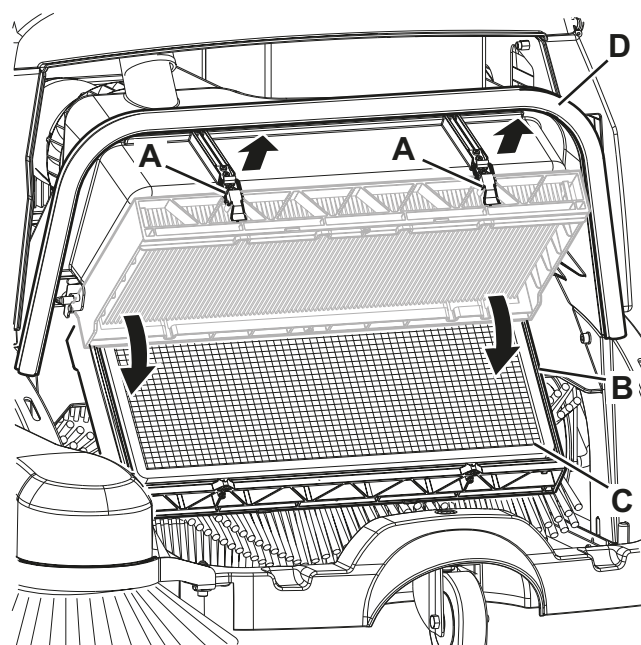
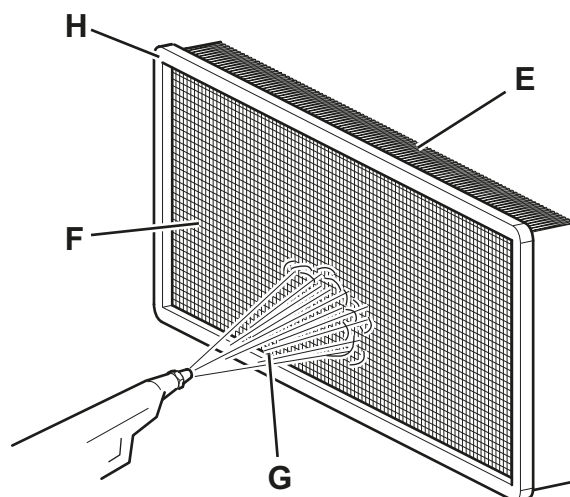

Figure 11
Figure 12
2. Tourner la clé de contact (2) sur «0».
3. Déposer le conteneur déchets (14).
4. Dégager les leviers (A, Fig. 11) et tourner le support (B) du filtre vers le bas.
5. Déposer le filtre à poussière (C).
6. A l'extérieur, dans un endroit approprié, nettoyer le filtre à poussière en le secouant sur une surface horizontale et propre, en battant le côté (E, Fig. 12) opposé à celui du tamis (F).
7. Compléter le nettoyage à l'aide d'un jet perpendiculaire d'air comprimé (G) de 87 psi (6 bars), en soufflant uniquement du côté du tamis (F).
8. Contrôler que le corps du filtre n'a pas de déchirures. Nettoyer le long du périmètre du joint (H) et contrôler que le joint est intact. Dans le cas contraire, en effectuer le remplacement du filtre.
9. Si besoin est, nettoyer le long du périmètre du joint en caoutchouc dans le logement du filtre (D, Fig. 11) et contrôler que le joint est intact. Dans le cas contraire, le remplacer.